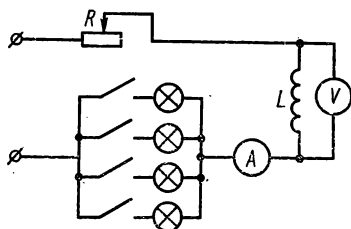

Рис. 2.3
7. Повторить п. 4 для схем рис. 2.3 и 2.4.